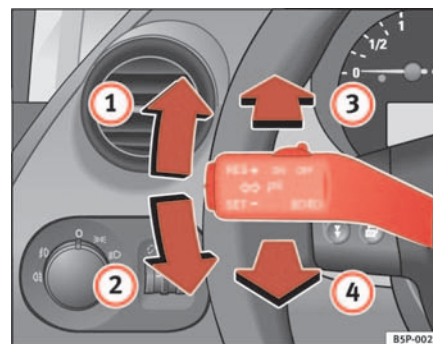

Fig. 79 Alavanca dos indicadores de direcção e dos máximos
- Carregar a alavanca para cima, até ao batente para cima ⇒ **página 117, fig. 79 ①**, para piscar **à direita** ou para baixo **②**, para piscar **à esquerda**.
- Empurrar a alavanca para a frente ⇒ **página 117, fig. 79 ③**, para ligar os máximos.